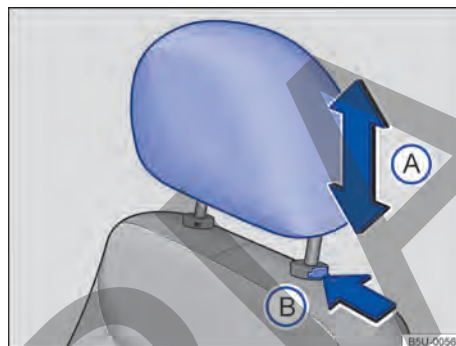

Fig. 62 Apoyacabezas delantero: desinstalar.
- Presionar la tecla → fig. 62 (B) en el sentido de la flecha. Retire el apoyacabezas mientras presiona la tecla.
- Empujar el apoyacabezas completamente hacia abajo con la tecla → fig. 62 (B) presionada.